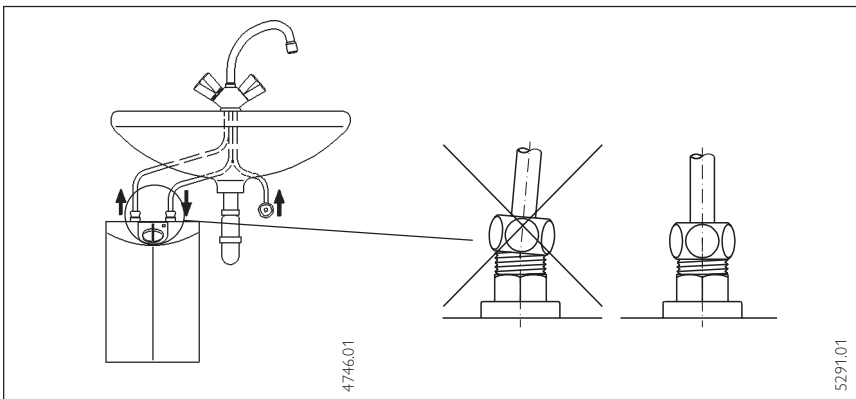

Abb. 6/ Fig. 6/Afb. 6
- Speicher mit Aufhängeleiste senkrecht, Wasseranschlüsse nach oben (Abb. 6), montieren.
⚠ Durch Vertauschen der Anschlüsse (Abb. 6) wird der Warmwasserspeicher funktionsunfähig oder zerstört (Wasserschaden).
- Install the water heater vertically. Water connection on top (Fig. 6) and in a frost-free room.
**If you confuse the connections (Fig. 6), the hot water heater will not function or will be damaged.**
- Installer le chauffe-eau verticalement, raccords hydrauliques vers le haut (fig. 6), dans une pièce à l'abri du gel.
**En cas d'inversion des raccordements (fig. 6), le chauffe-eau ne pourra pas fonctionner et risque d'être endommagé (dégâts des eaux).**
- Monteer de boiler loodrecht, wateraansluitingen naar boven (afb. 6).